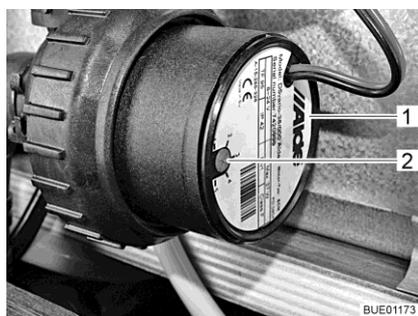

Fig. 140 Réduction de la vitesse de rotation
Le bouton tournant (Fig. 140,2) permet de régler la vitesse de rotation du circulateur. Une faible vitesse de rotation réduit les bruits de fonctionnement de la pompe.
Le bouton tournant se trouve sur le circulateur (Fig. 140,1).
- Tourner le bouton tournant (Fig. 140,2) dans le sens inverse des aiguilles d'une montre. La puissance est réduite.